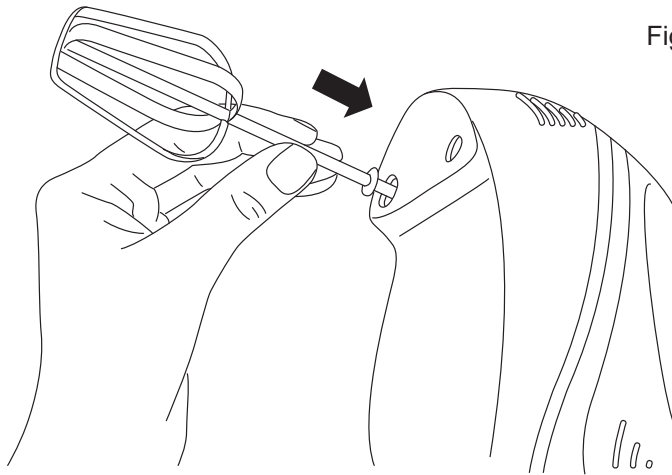

Fig.1.1
- . Insertar las varillas batidoras en los orificios del cuerpo motor presionando hasta escuchar click (Fig.1.1). Las varillas batidoras pueden colocarse en cualquiera de los dos orificios ya que son idénticas.
- Insert the blending whisks into the orifices in the body of the motor pressing them in until you hear a click (Fig.1.1). The blending whisks can be placed in either of the two orifices, as they are identical.